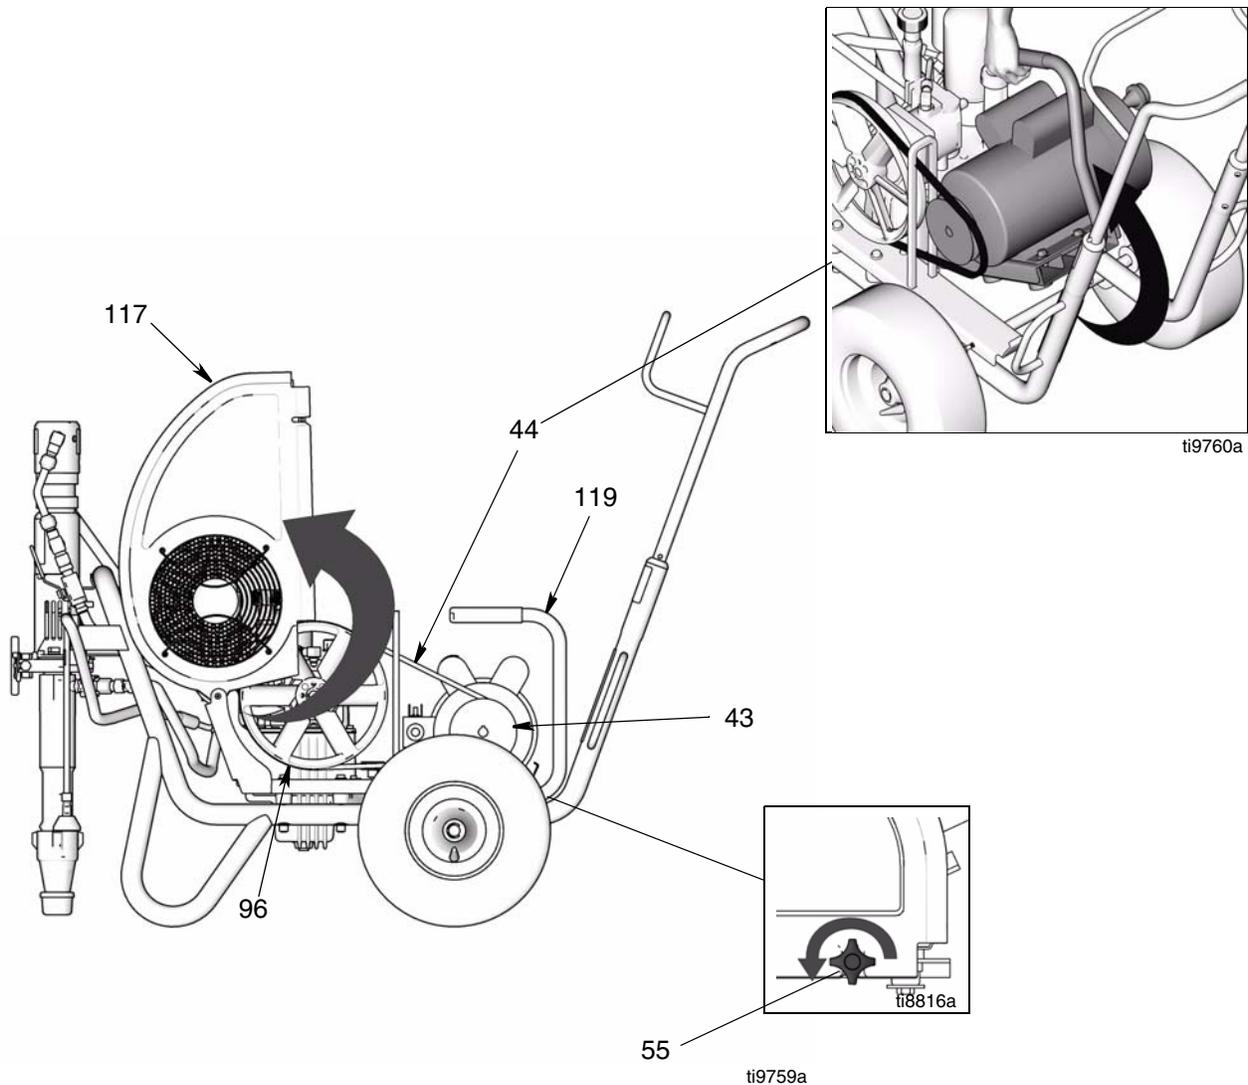

ABB. 3
2. (ABB. 3) Knopf (55) für Riemenschutz lösen.
3. Riemenschutz (117) nach oben drehen.
4. Motor (119) hochheben, um die Spannung am Riemen (44) zu verringern.
5. Riemen von der Scheibe (43) und der Gebläse-Riemenscheibe (96) nehmen.